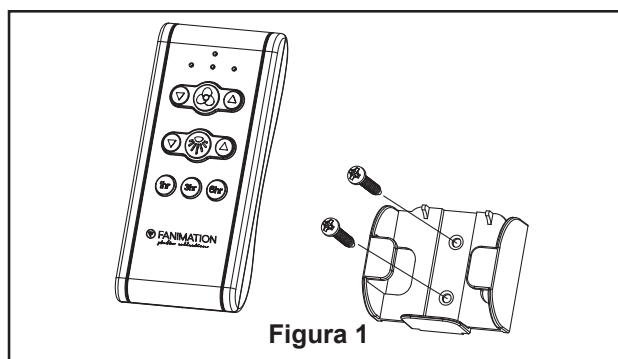

Figura 1
- 1. Instalación de la placa de la pared: (Figura 1)**